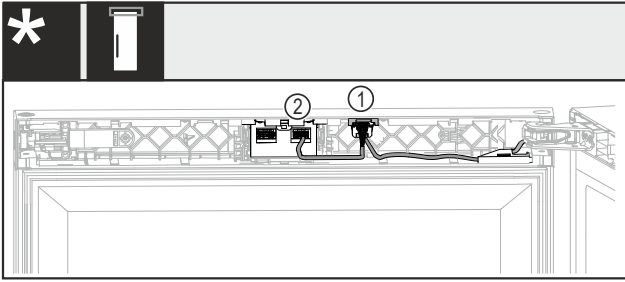

Fig. 46 Без замка или с механическим замком*
- ▶ Вставьте штекер с обоими кабелями Fig. 46 (1) в направляющую.*
- ▶ Зафиксируйте штекер с обоими кабелями Fig. 46 (2) в правом гнезде.*